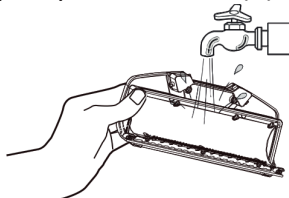

Fig. 35
- Retire a tampa e lave-a com água limpa até retirar toda a sujeira (Fig. 35).